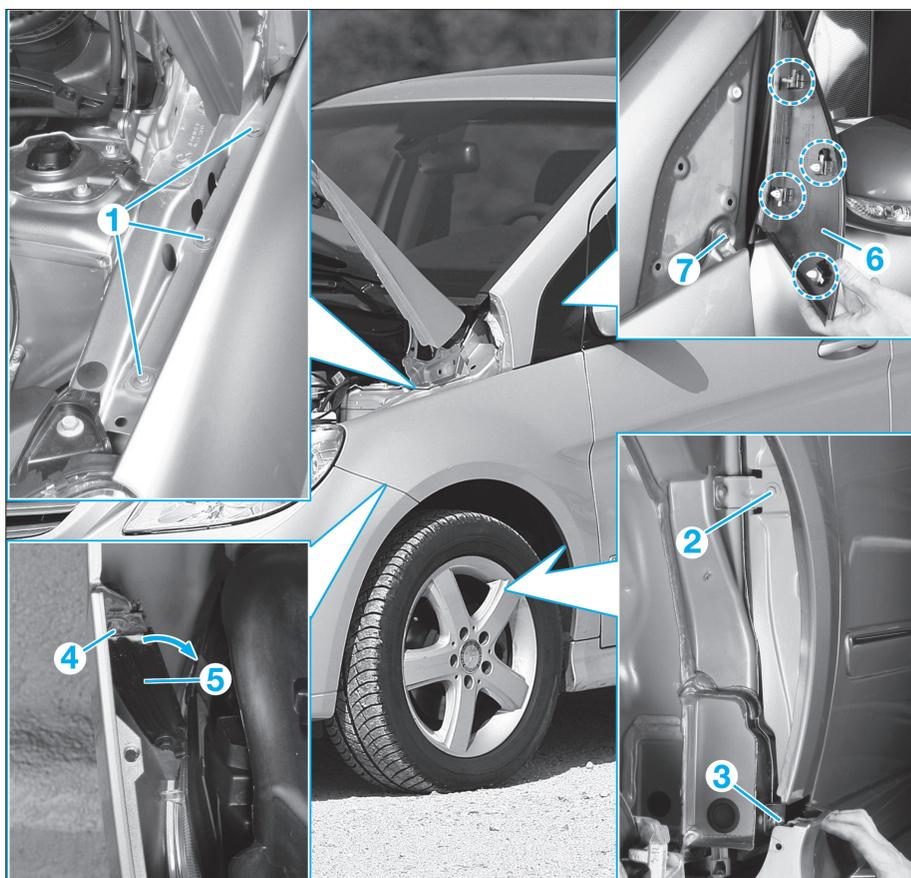

FIG. 8
- Déposer (Fig.8) :
- les vis (1),
- la vis (2).
- Après l'avoir dégrafer, écarter la partie avant de la protection de bas de caisse jusqu'à avoir accès à la vis (3) et la déposer.
- Déposer la vis (4).
- Pivoter l'étrier (5) vers l'intérieur puis le déposer.
- Déposer l'enjoliveur (6) (4 agrafes) puis l'écrou (7).